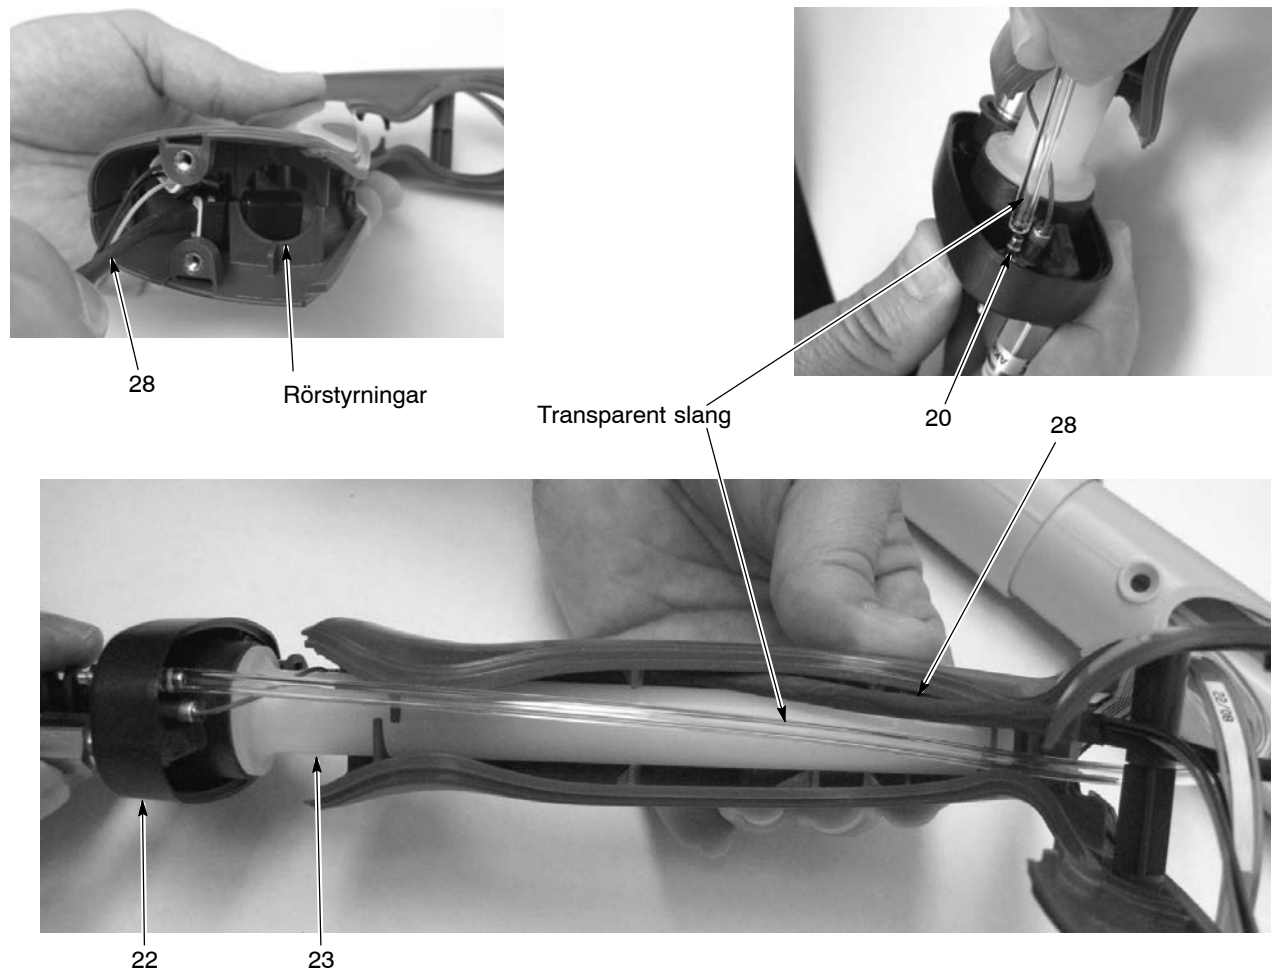

Bild 5-11 Sammansättning av handtag och bas
8. Se bild 5-11. Skjut in kabelkontaktarna (28) igenom handtages framsida, skjut därefter i ingångsröret (23) genom rörstyrningarna i handtagsdelen medan man förlägger kabeln (28) genom handtaget så som visas. Avbryt när basen är ca 35–50 mm från handtagets nederdel.
9. Anslut den transparenta 4-mm slangen (del av filterdelen, ref. 4) till den hullingförsedda kopplingen (20) i handtagets bas.